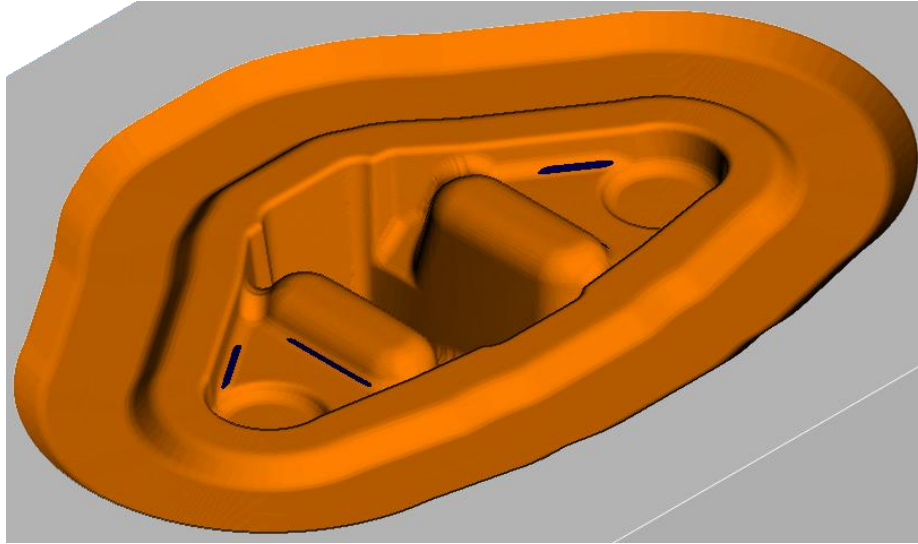

Figura 2.193 Esquinas sin maquinar visibles.
- En el Explorador desactivar  las herramientas y hacer zoom en las zonas sin maquinar. Se puede ver que algunas esquinas necesitan eliminarse, particularmente entre superficies no-tangenciales (Figura 2.193).